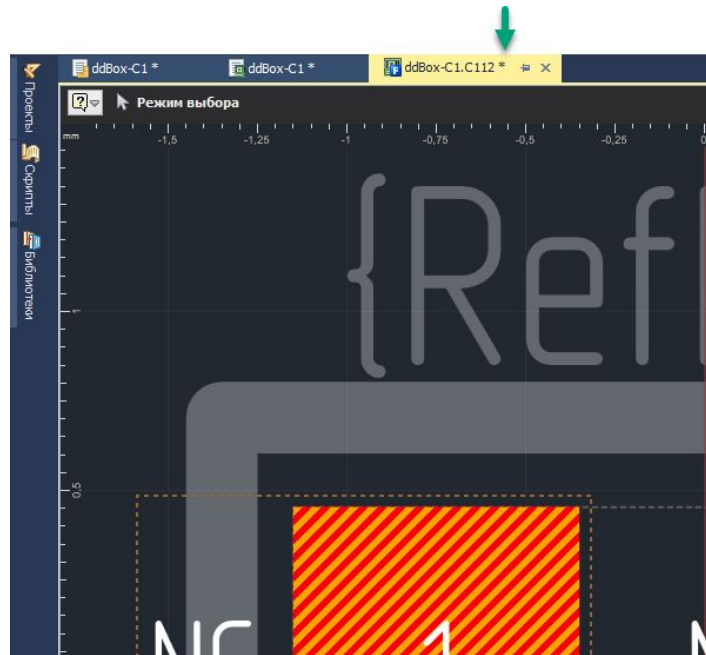

Рис. 123 Закрытие редактора без сохранения
4. Закрыть редактор посадочных мест без сохранения (несохраненный документ в окне редактора отмечен звездочкой (\*)), см. Рис. 123.